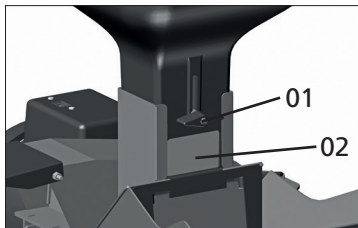

Fig. 12
Solte a borboleta (1), [Fig. 12, pág. 11], localizada na lateral do funil. Com o regulador (2), [Fig. 12, pág. 11] solto, faça a regulagem deslocando para cima caso necessite de uma abertura maior ou deslocando para baixo caso necessitar de uma abertura menor. Após a regulagem, aperte a borboleta (1), [Fig. 12, pág. 11].